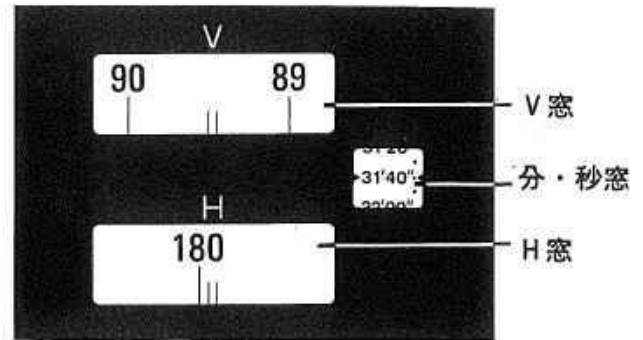

図8
反射鏡⑳を約45°開き、マイクロメータ接眼レンズ㉑を覗きながら接眼レンズ枠を回して、目盛にピントを合わせますと図8のように、3ヶ所の目盛表示窓が見えます。上は高度目盛のV窓(単位・度)、下は水平目盛のH窓(単位・度)、右は高度目盛・水平目盛の分・秒窓です。